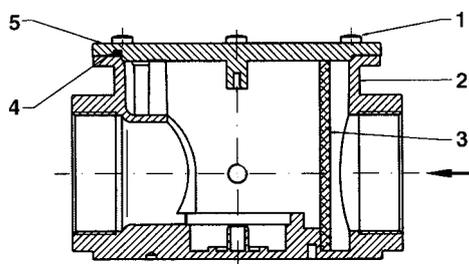
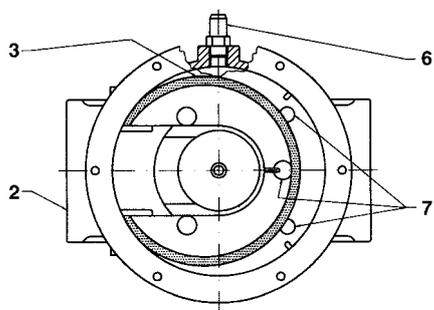

Рис. 50b
Рис. 50c - Вид сверху без крышки
С резьбовым соединением - Рис. 50b и Рис. 50c
После того, как вы убедитесь, что внутри фильтра нет газа под давлением, снимите крышку (5) отвинтив крепёжные винты (1). Снимите фильтрующий патрон (3), промойте его водой с мылом, продуйте сжатым воздухом (или замените его при необходимости) и установите его на прежнее место, проверив, что он расположен между соответствующими направляющими (7), контролируя, чтобы не было препятствий для установки крышки (5). Затем установите крышку (5), следя, чтобы кольцо-прокладка (4 на Рис. 50b) было установлено в соответствующий паз.
Описание (Рис. 50b - Рис. 50c)